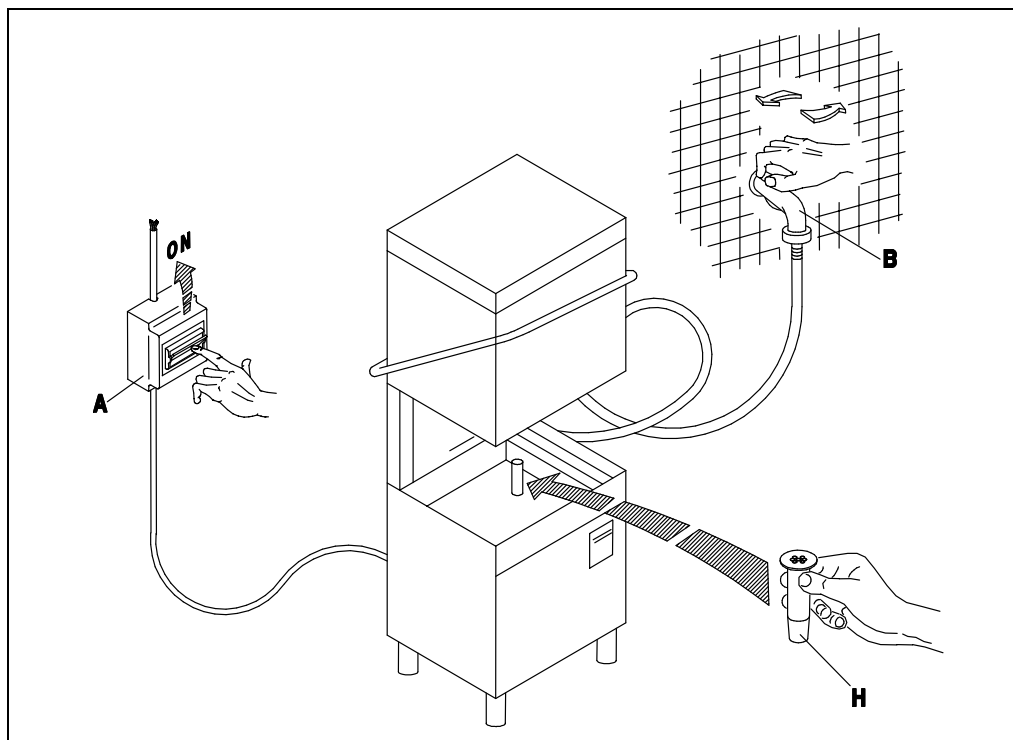

Bild. 3-1
- Öffnen Sie den Wasserhahn (B) und betätigen Sie den Hauptschalter (A). Beim Betätigen des Schalters (1) am Gläserespüler wird die Anzeige (A) aufleuchten, an der Sie erkennen können, daß die Maschine unter Spannung steht. Bei geschlossener Tür läuft Wasser in die Maschine; ist die nötige Wassermenge einmal erreicht, so schalten die Heizungen des Tanks und des Boilers automatisch ein. Der Betrieb der Heizungen wird durch das Aufleuchten der Anzeigen (D) und (E) erkennbar. Beide Leuchtanzeigen erlöschen, wenn das Wasser eine vorbestimmte Temperatur erreicht hat, d. h. wenn die Maschine betriebsbereit ist. (Bild. 3-1 - 3-2)
- Falls die Maschine nicht mit einem Dosiergerät für flüssige Reiniger ausgestattet ist, muss nach erfolgter Füllung die Tür (I) geöffnet und das Spülmittel eingefüllt werden (ca. 2g/l Fassungsvermögen des Spülbehälters) Den gefüllten Geschirrkorb (L) einsetzen und die Tür (I) schließen. Das Programm durch Drücken des Druckknopfes (4) wählen (kurzer Spülgang(II) Taste gedrückt ÷ langer Spülgang(I) Taste losgelassen). Nach Drücken des START-Druckknopfs (3) mindestens 2 Sekunden lang drücken, beginnt das Spülprogramm, die Kontrolllampe (C) leuchtet auf und am Programmende erlischt die Kontrolllampe. Um das Gerät auszuschalten, muß der Schalter (1) auf die Position (0) gestellt werden, die Kontrolllampe (A) erlischt (Bild.3-1÷3-3).